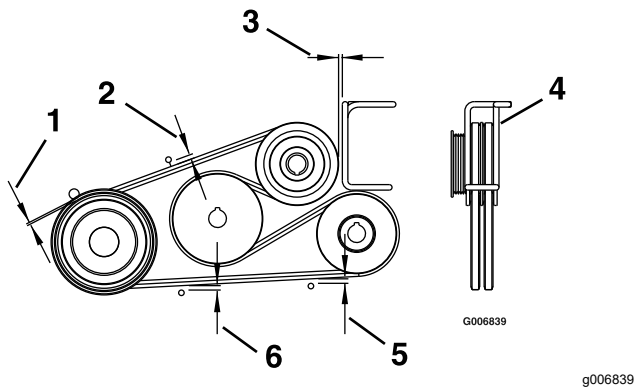

Figura 63
4. Reglați dispozitivele de ghidare a curelei conform Figura 63